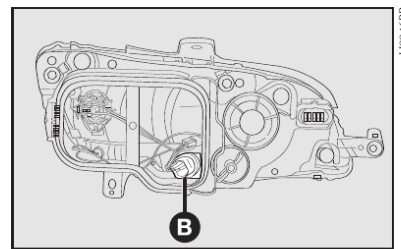

fig. 22
2) retirar o porta-lâmpada **B**-fig. 22 girando-o no sentido anti-horário;